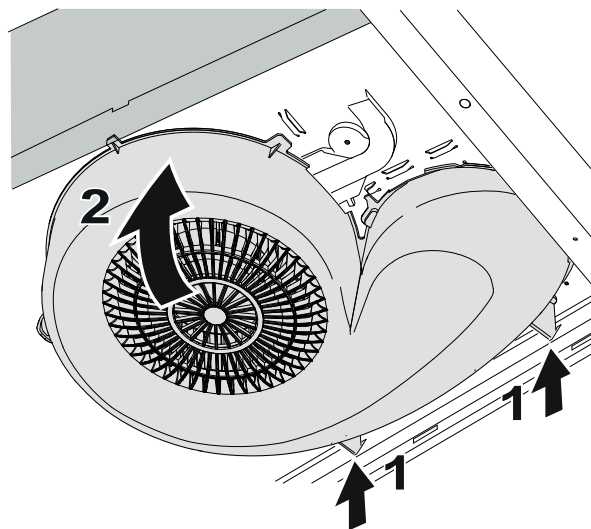

Fig. 7
Sæt blæserhuset tilbage ved at sætte støtten ind i bagkanten på blæseren (1). Drej blæserhuset opad (2). Fig. 7